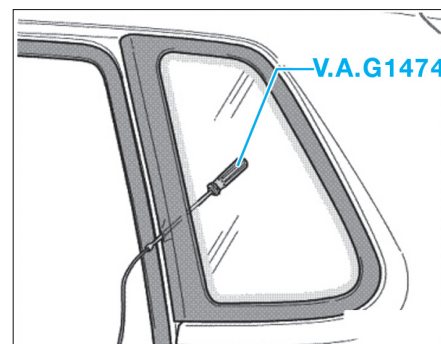
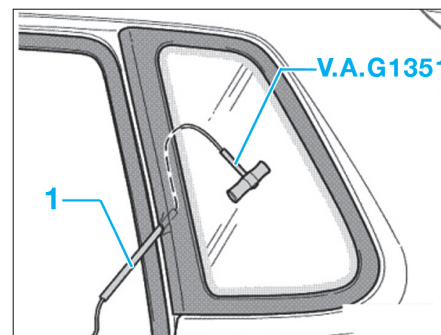

FIG. 8
FIG. 9
- Insérer le fil à couper comme illustré (Fig.8) et (Fig.9).